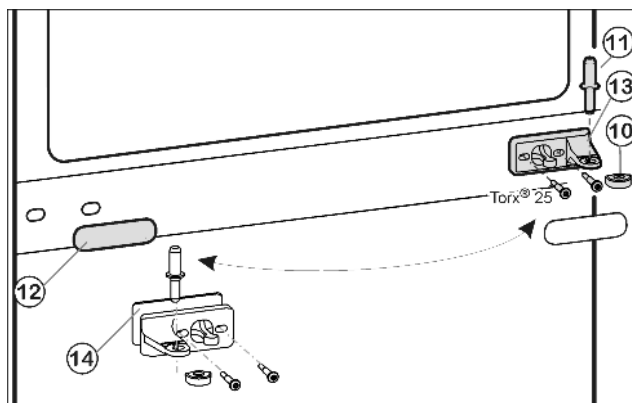
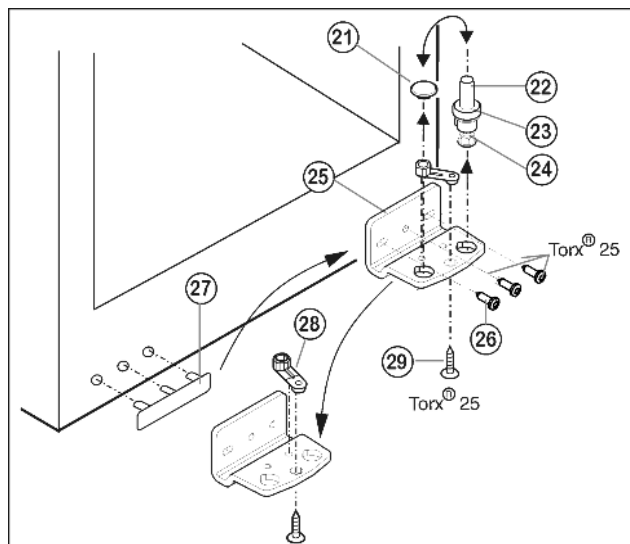

Fig. 9
Fig. 10
- ▶ Drag ur mittre lagerbult *Fig. 9 (11)* från lagerbocken och drag ut nedre dörren.
- ▶ Drag bort plastkåpan *Fig. 9 (10)*.
- ▶ Skruva bort mittre lagerbock *Fig. 9 (13)* (2 gånger Torx® 25).
- ▶ Drag försiktigt bort täckpanelen *Fig. 9 (12)*.
- ▶ Skruva fast mittre lagerbock *Fig. 9 (13)* med underlägg *Fig. 9 (14)* vriden 180° på den nya gångjärnssidan (**med 4 Nm**).
- ▶ Haka fast täckpanelen *Fig. 9 (12)* vriden 180° på den nya handtagssidan.
- ▶ Drag ur lagerbulten *Fig. 10 (22)* komplett med platta *Fig. 10 (23)* och justeringsfot *Fig. 10 (24)* uppåt.
- ▶ Lyft ur pluggar *Fig. 10 (21)*.
- ▶ Skruva bort lagerbocken *Fig. 10 (25)* *Fig. 10 (26)*.
- ▶ Skruva bort lagerdelen *Fig. 10 (28)* *Fig. 10 (29)* och flytta den till lagerbockens motsatta monteringshål, skruva fast.
- ▶ Lyft försiktigt bort täckbrickan på handtagssidan *Fig. 10 (27)* och flytta den till motsatta sidan.
- ▶ Skruva fast lagerbocken *Fig. 10 (25)* på den nya gångjärnssidan, eventuellt med hjälp av en skruvdragare (**med 4 Nm**).
- ▶ Sätt i pluggen *Fig. 10 (21)* i det andra hålet.
- ▶ Sätt tillbaka lagerbulten *Fig. 10 (22)* komplett, med platta och justeringsfot. Kontrollera därvid att skåran pekar bakåt.
- ▶ Sätt på nedre dörr uppifrån på nedre lagerbult *Fig. 10 (22)*.
- ▶ Sätt på plastkåpan *Fig. 9 (10)* på mitre lagerbock *Fig. 9 (13)* igen.
- ▶ Sätt i mitre lagerbult *Fig. 9 (11)* på den nya gångjärnssidan genom mitre lagerbock *Fig. 9 (13)* i den nedre dörren.
- ▶ Sätt övre dörr på mitre lagerbult *Fig. 9 (11)*.
- ▶ Rikta eventuellt in dörrarna i förhållande till skåpet med de två avlånga hålen i nedre lagerbock *Fig. 10 (25)* och mitre lagerbock *Fig. 9 (13)*. Skruva därvid ur mitre skruven på nedre lagerbock *Fig. 10 (25)*.